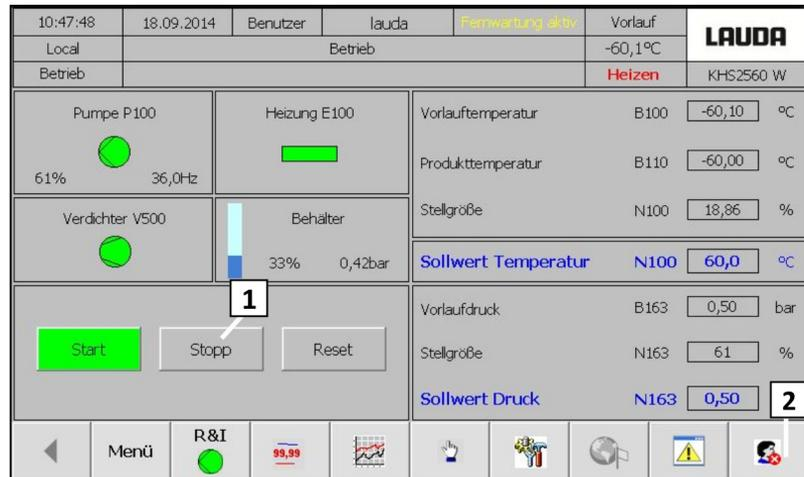

Abb. 38: Ausschalten
1. Taster [Stopp] an der Visualisierung (Touchscreen) betätigen (Abb. 38 [1]).
2. Benutzer abmelden (Abb. 38 [2]).